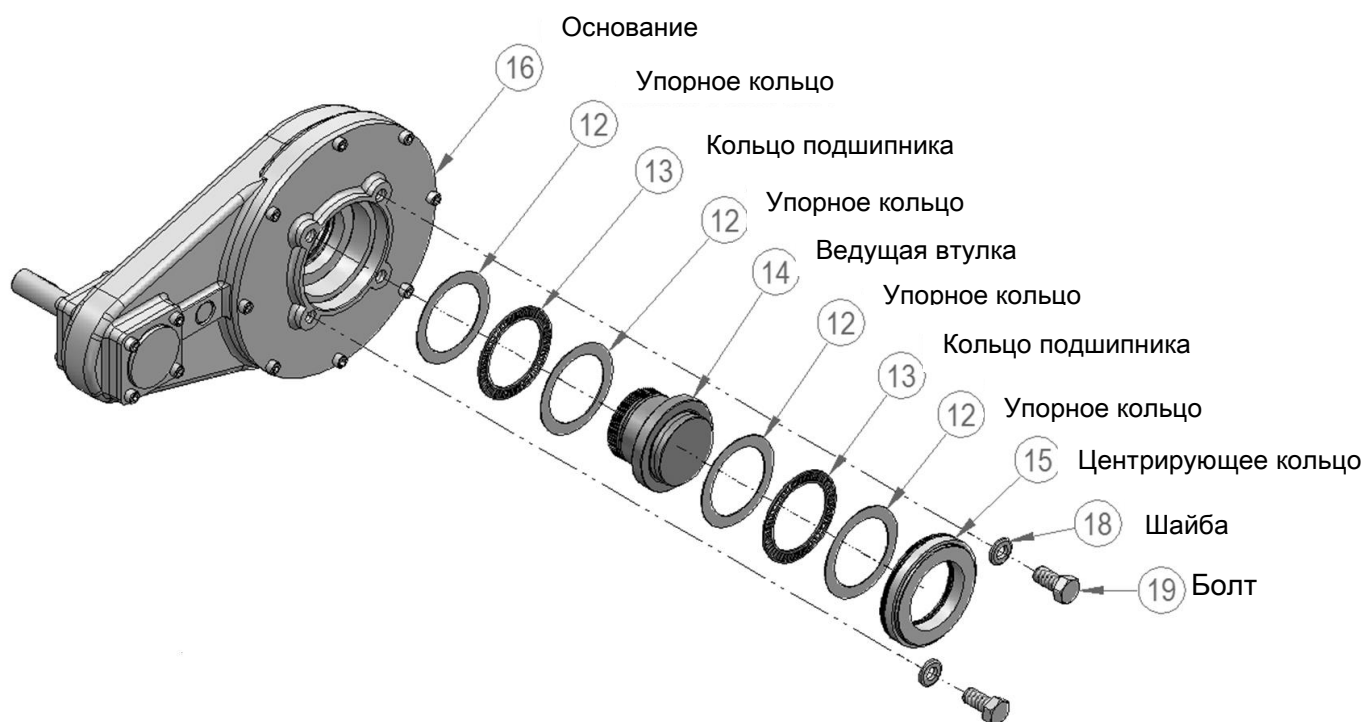
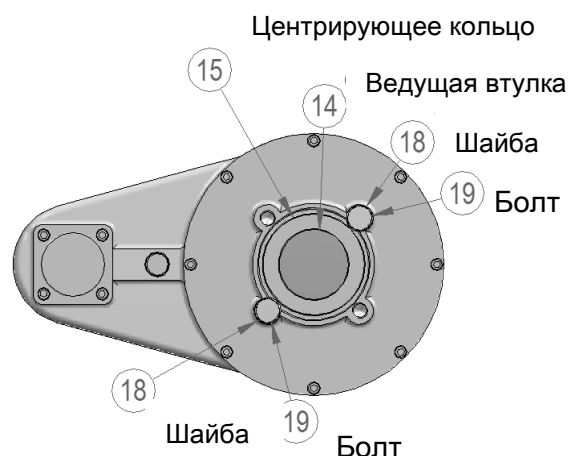

Рисунок 7 – Ведущая втулка конического и цилиндрического редуктора в сборе
Рис. 10 - Пример крепления центрирующего кольца
! Рекомендуем установить болт и шайбу в основание конических и цилиндрических редукторов перед их перемещением, как указано в Рис. 7 и Рис. 10.
Смотреть рисунок 7. Расположение ведущей втулки одинаково для всех редукторов, хотя большие редукторы имеют цилиндрические роликовые подшипники вместо игольчатых подшипников.
! ВАЖНО: Крайне важно, чтобы упорные подшипники на выходе были правильно установлены вместе с ведущей втулкой и центрирующим кольцом. Смотреть рисунок 7.
! Рекомендуем установить болт (19) и шайбу (18) в основание редуктора, как указано в Рис. 7 и Рис. 10. Обратите внимание, что шайбы должны перекрывать центрирующее кольцо (15). Это предотвратит отсоединение сборки ведущей втулки от корпуса редуктора. Болты и шайбы не поставляются Rotork.